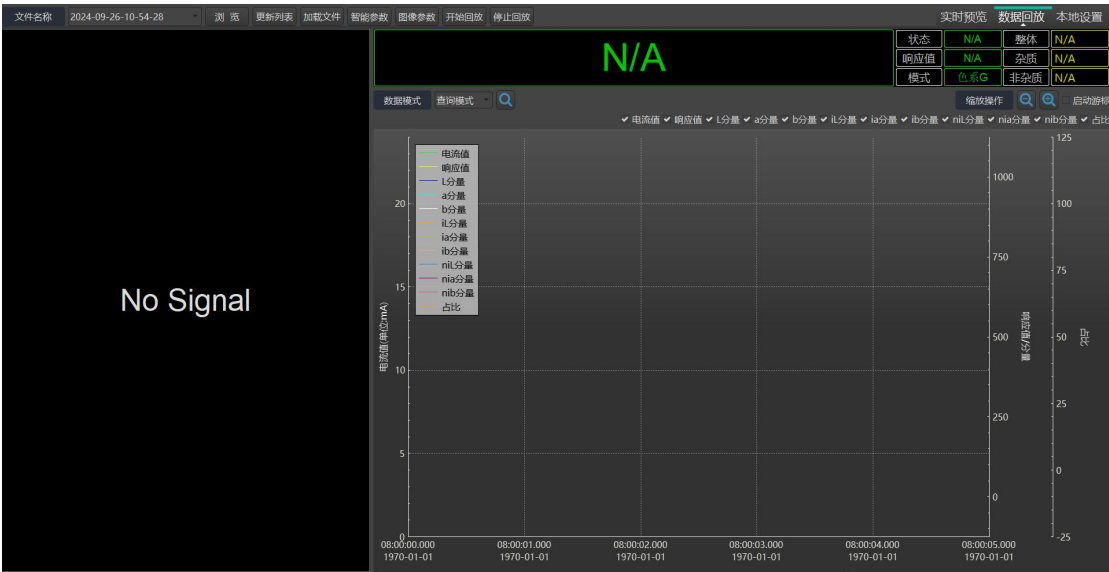

图 26 数据加载
- (2) 点击更新列表，默认会显示“本地设置”中设置的保存路径内的数据文件列表。
- (3) 如需查询其他文件夹的数据，可以点击浏览选择数据所在的文件夹，再点击更新列表即可。
- (4) 文件列表以时间命名，选择需要查询的文件，点击加载文件，将选中的数据文件加载到软件中，如图 26 所示。